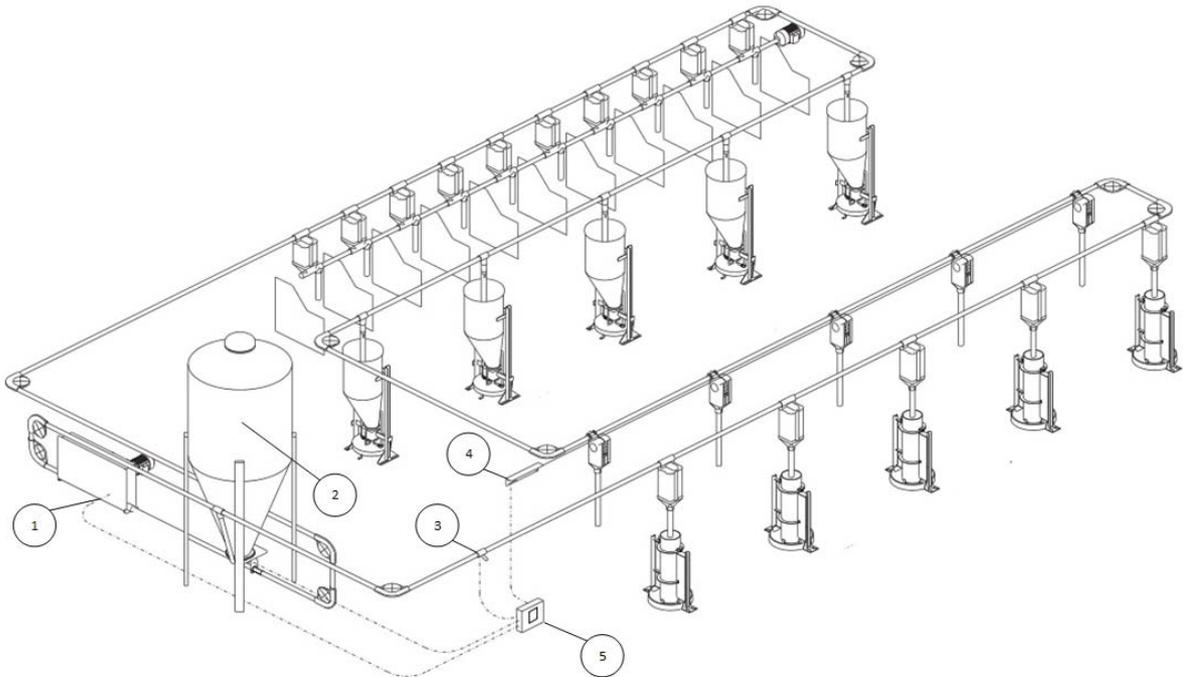

Bild 3-2: Beispiel einer Trockenfütterung
Bild 3-2 zeigt ein Beispiel einer Trockenfütterungsanlage. Die Trockenfütterungsanlage besteht aus einem Futterkreis mit einem Silo (2). Über die Steuerung (5) werden der Antriebsmotor (1) der Futterkette und das Silo (2) angesteuert. Über die Eingänge der Steuerung werden der Vollsensoren (3) und der Sicherheitsschalter (1) des Antriebsmotors ausgewertet.